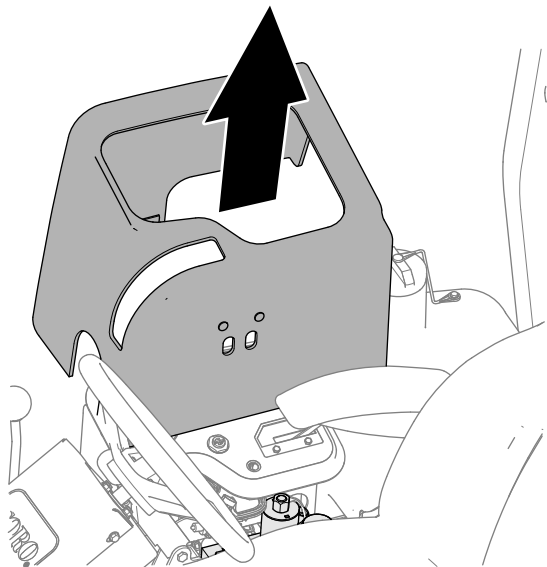

Bild 92
3. Heben Sie die magnetisch befestigte Konsolenabdeckung (Bild 92) an, um den Mähwerksverteiler freizulegen.